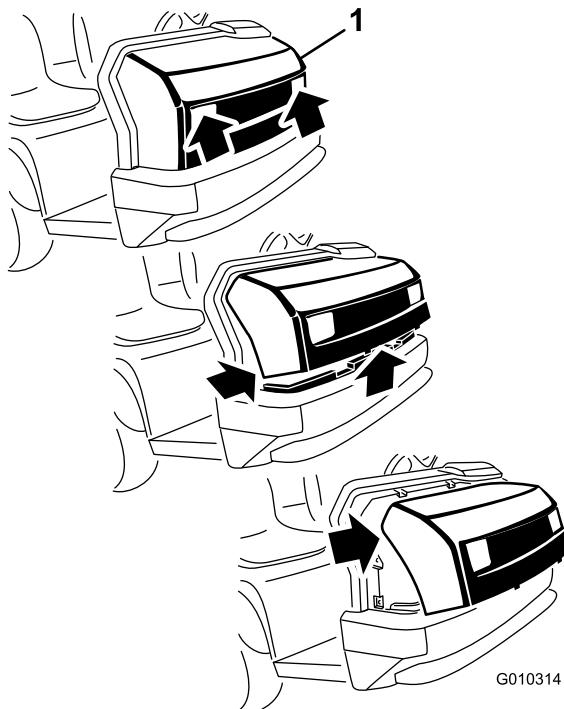

Figura 37
1. Afferrate il cofano dalle aperture dei fari, sollevatelo per sganciare le linguette di montaggio inferiori dalle fessure del telaio (Figura 37).
2. Ruotate verso l'alto la parte inferiore del cofano in modo da estrarre le linguette di montaggio superiori dalle fessure del telaio Figura 37.
3. Ruotate in avanti la parte superiore del cofano e staccate i connettori a filo dai fari (Figura 37).